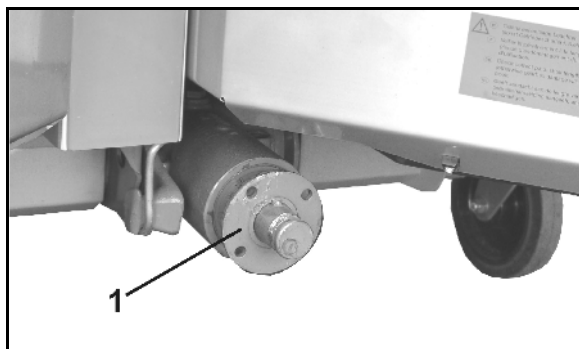

Fig. 37
1. Flanscbuchse (Fig. 37/1) mit einem Abzieher von der Getriebeeingangswelle abziehen.